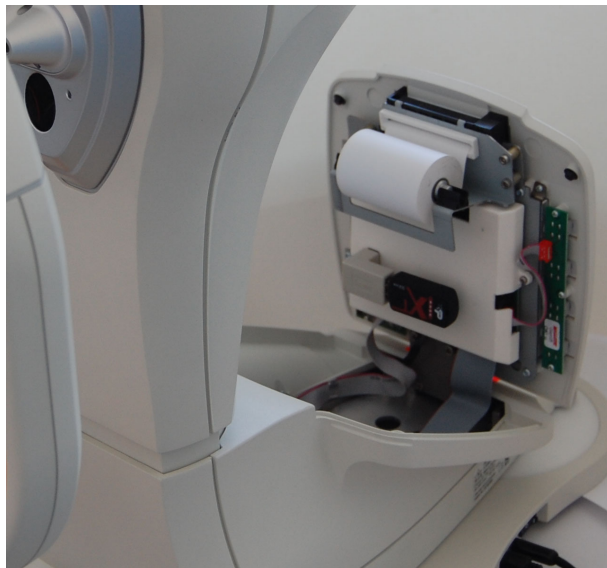

Fig. 4-2: Ouverture du capot avec l'écran
- ➔ Fermez le capot avec l'écran → Fig. 4-2 (page 27).